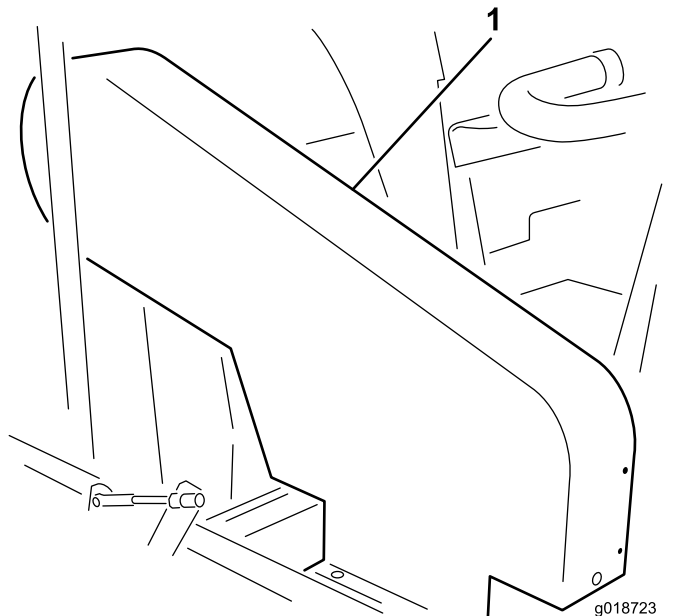

図 19
注 ベルトの張りの点検は、上部ベルトガード図 19を外さずに行えます。このベルトガードを取り外す必要がある場合には、ガードをフレームに固定しているボルト、ワッシャ、ナット各4を外してください。マシンは、必ずガード類を取り付けた状態で運転すること。
インペラプリーとクラッチプリー間の中ほど部分で、ベルトを18-22 N 1.8-2.3 kg = 4-5 lbs程度の力で指で押して点検します。ベルトのたわみが 1.3 cm あれば適正です。たわみの量が適正でない場合は手順 2 へ進みます インペラ駆動ベルトの調整 \(ページ 22\)。たわみが適正である場合には、そのまま使用を継続できます 図 19。
ジャッキシャフトとクラッチプリー間の中ほど部分で、ベルトを18-22 N 1.8-2.3 kg = 4-5 lbs程度の力で指で押して点検します。ベルトのたわみが 6 mm あれば適正とする。たわみの量が適正でない場合は ジャッキシャフトベルトの調整 \(ページ 22\)を参照してください。たわみが適正である場合には、そのまま使用を継続できます 図 19。
1. 上部シュラウドをフレームに固定しているボルト、ワッシャ、ナット各4を外す図 19。